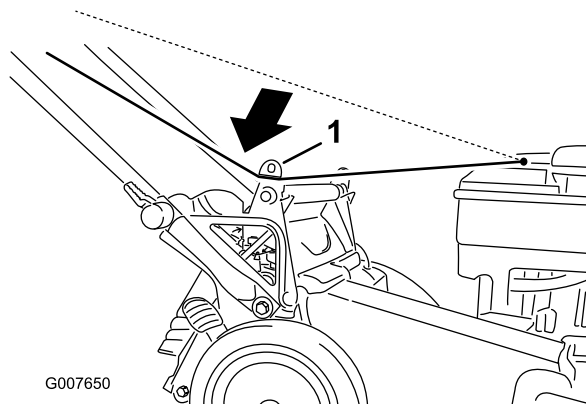

Figura 24
1. Avvolgete il cavo di avviamento attorno al guidacavo inferiore (Figura 24).